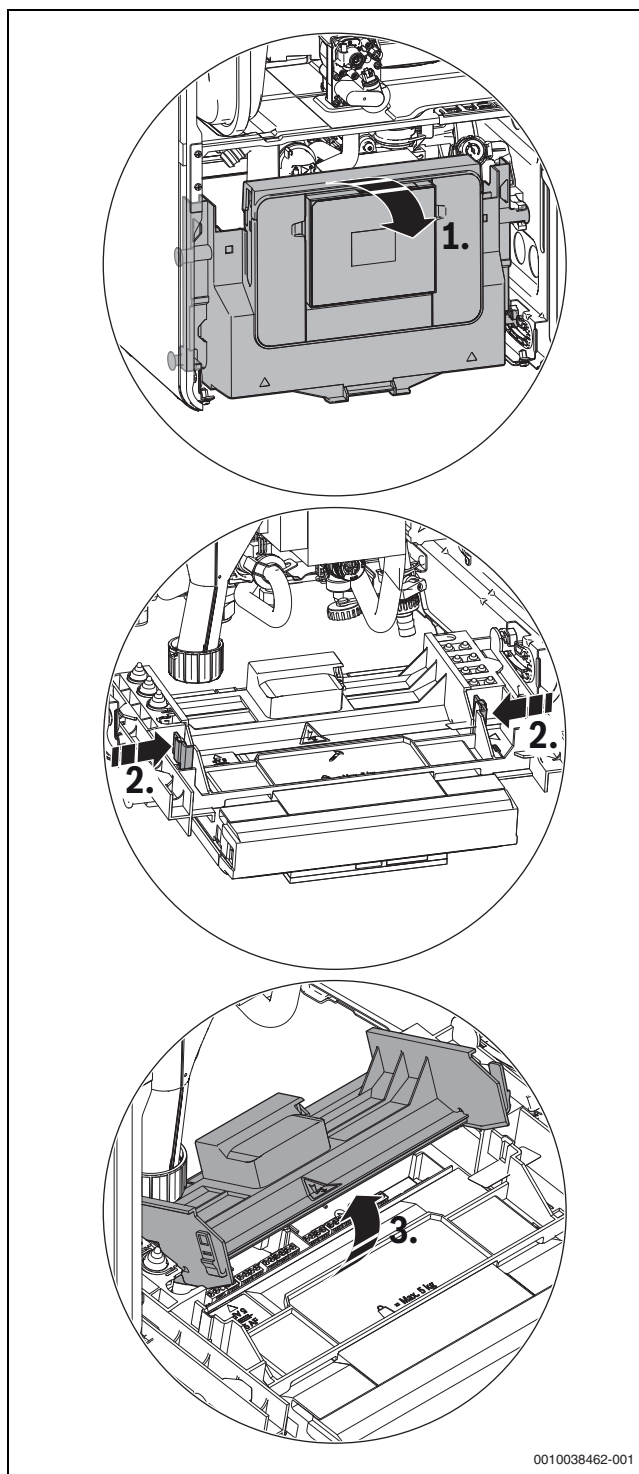

Bild 38 Abdeckung aufklappen
- Steuergerät nach unten klappen (→ Bild 38).